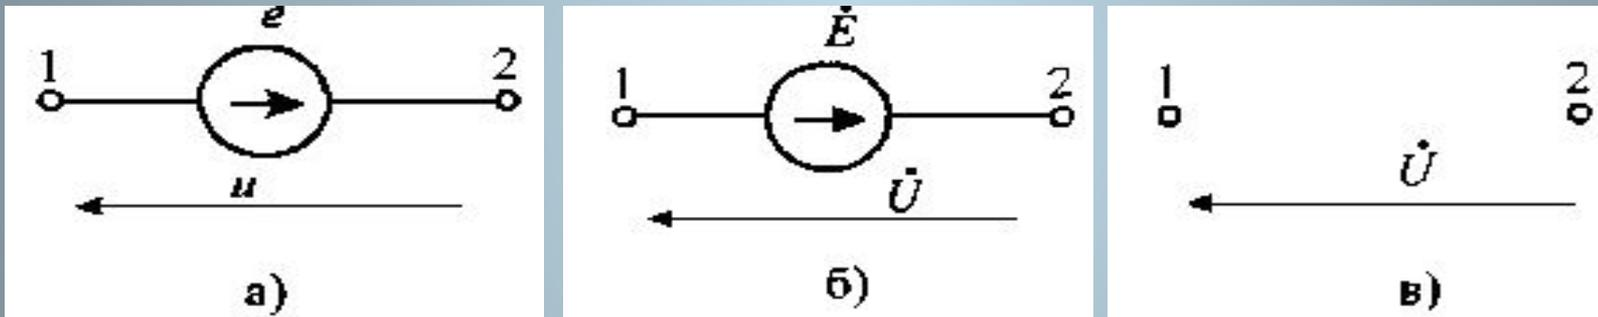

Рис. 2.2. Условные обозначения идеальных источников ЭДС
- Источники синусоидальной ЭДС (источники синусоидального напряжения) показывают на схемах с помощью условных обозначений (рис. 2.2, а, б) или только указывают напряжение между зажимами источника (рис. 2.2, в), т.к. в большинстве случаев принимают источники идеальными и ввиду равенства нулю их внутреннего сопротивления имеем  $e = u$ ,  $\dot{E} = \dot{U}$  и т.д.